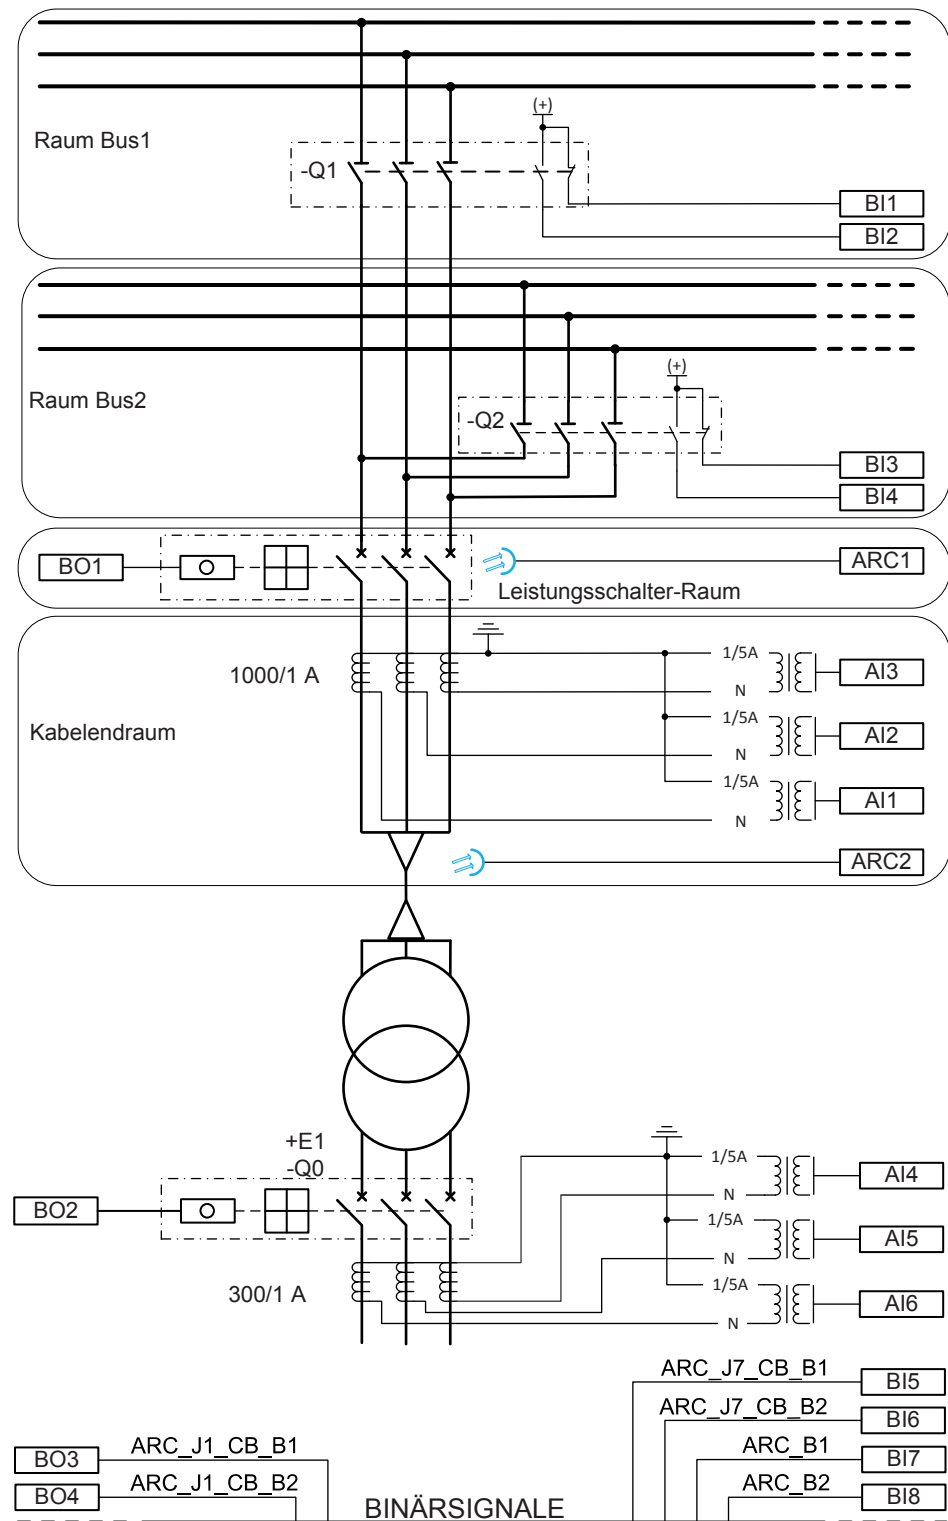

Abb. 62: Anschluss Schaltbild für den Einspeiser +J1
Abbildung 62 zeigt die Binäreingänge (BI), Binärausgänge (BO), analoge (AI) Eingangssignale und ARC-Eingänge.